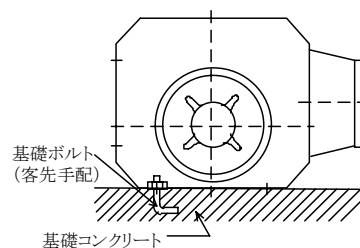

図 2 床置型（例）
(1) 床置型
- ① 十分な強度をもつコンクリート基礎に基礎ボルト（客先手配）をしっかりと埋め込み、ファンを水平に固定してください。（図2）
- ② ファンの下にはモルタルを流し、基礎と密着するように施工してください。